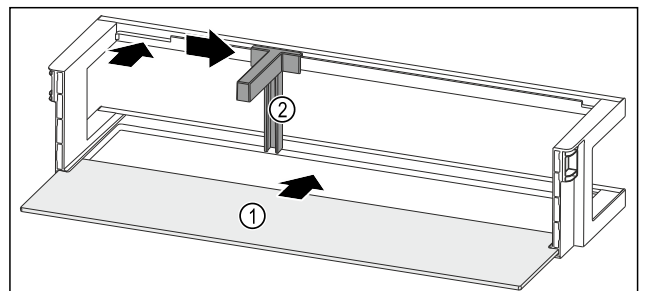

Fig. 95 Лотки на дверцятах з полицею
- ▶ Посуньте полицю Fig. 95 (1) у бічні пази.
- ▶ Вставте тримач пляшок Fig. 95 (2) у паз.
- ▶ Пересуньте тримач пляшок Fig. 95 (2) убік до бажаної позиції.